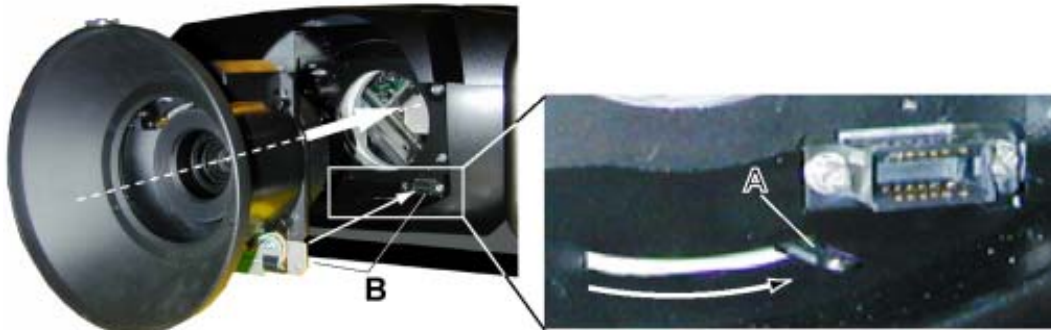

Abbildung 2-3
3. Schieben Sie das Objektiv, die Motoren nach oben gerichtet, horizontal in die Objektivblocköffnung, wobei Sie den Motoranschluss des Objektivs nach dem Anschluss des Objektivblocks (B) ausrichten. (Abbildung 2-3)